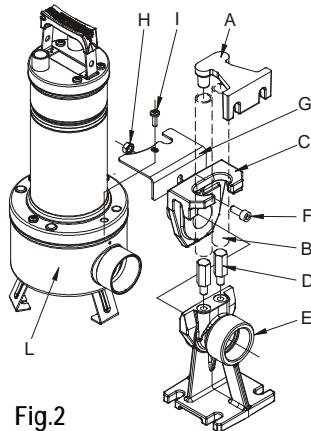

Fig.2
- In instalatii fixe, se recomanda utilizarea dispozitivului de ridicare DSD2 (disponibil la cerere - **Fig.2**) pentru a usura operatiunile de intretinere asupra electropompei. Daca dispozitivul de ridicare este montat intre gura de refulare a electropompei si conducta, atunci nu mai este necesara demontarea conductei de refulare pentru efectuarea interventiilor de intretinere. Dispozitivul de ridicare DSD2, este alcătuit din 8 componente, plus unul nefurnizat (conducta de ¾"):
Repozitionati suportul/pompa pe picior (Fig.2)